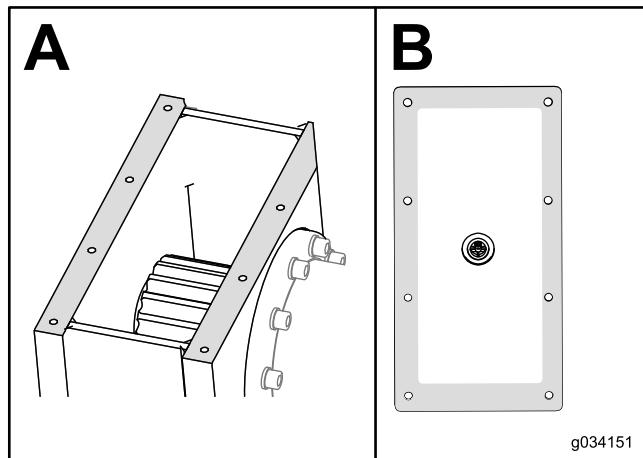

Bild 105
- Entfernen Sie das Dichtungsmittel am Getriebe und an der Abdeckung (Bild 105).
- Tragen Sie neues RTV-Dichtungsmittel (KFZ-artig) um die Kanten der Abdeckung auf (Abschnitt B in Bild 105).